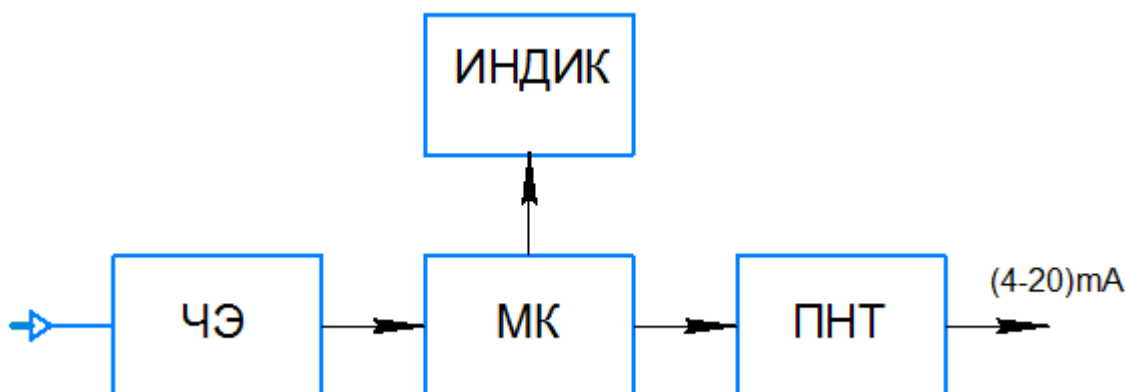

Рисунок 1 - Структурная схема датчика ДДМ
- Структурная схема датчика (рис.1) включает в себя: